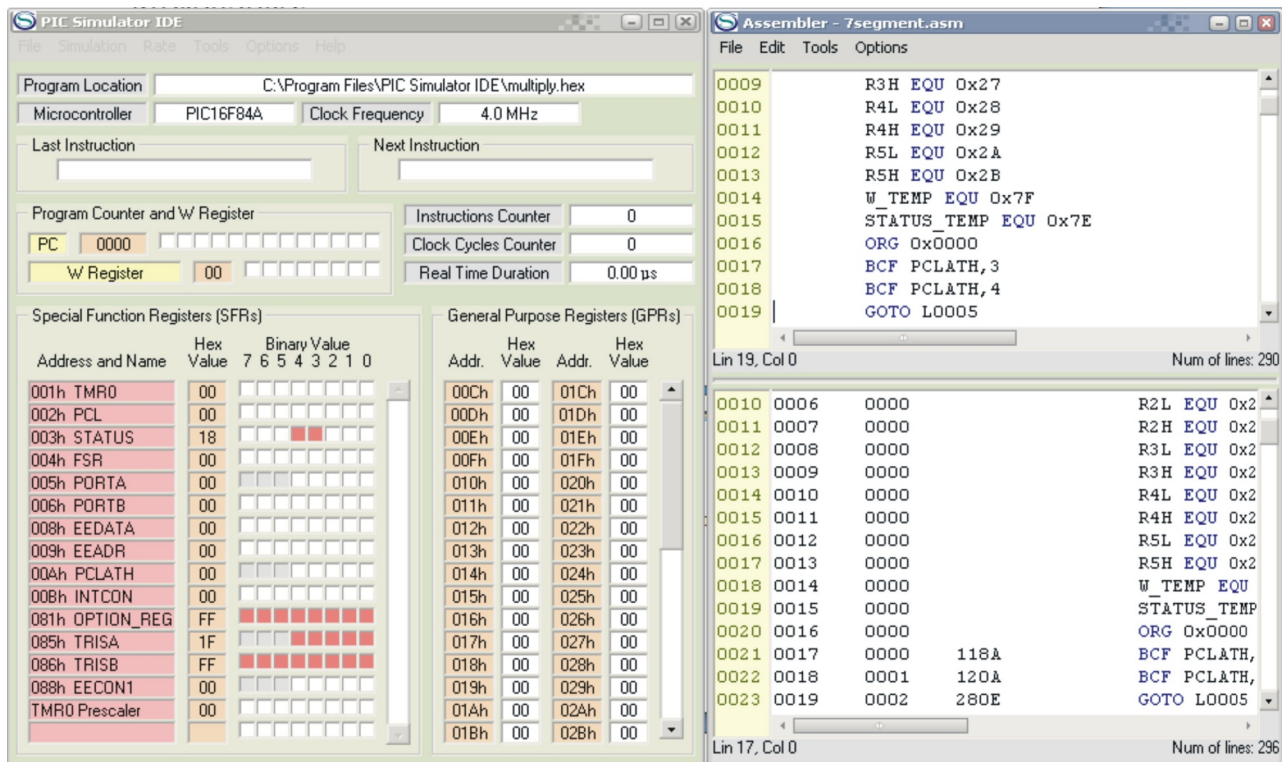

Рис. 6 Вигляд екрану з програмою «Вивід даних на 7-сегментний дисплей»
8. Натиснути Tools і у вікні, що розкриється – Assemble. В нижній половині вікна Assembler з'явиться лістинг відкомпільованого файлу (рис. 6);